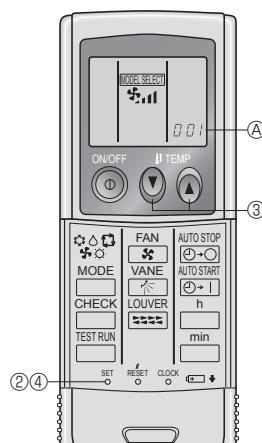

Fig. 6-3
- ③ Sygnał ma zasięg do około 7 metrów (w linii prostej) pod kątem 45 stopni zarówno w lewo, jak i w prawo od linii środkowej odbiornika.
3) Ustawienia (Fig. 6-3)
- ① Włożyć baterie.
- ② Nacisnąć przycisk SET ostro zakończonym przedmiotem.